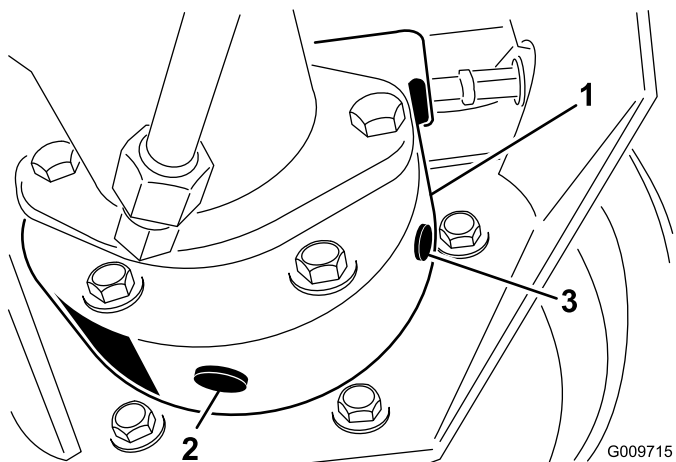

Figura 54
3. Coloque un recipiente debajo del alojamiento del freno, retire el tapón y deje que se drene el lubricante de los engranajes (Figura 54).